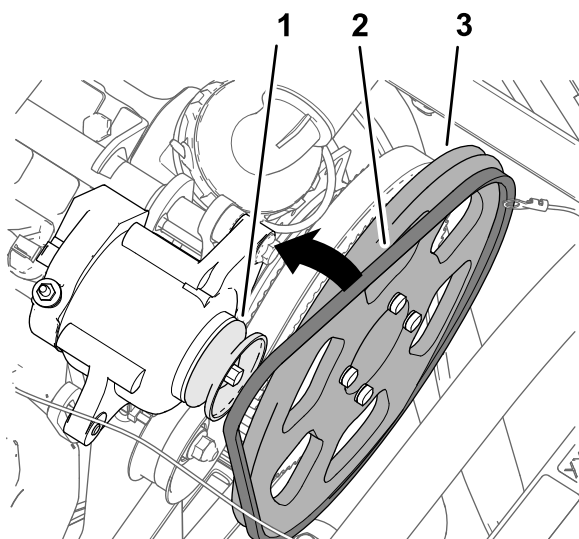

Figura 185
- Montate la cinghia trapezoidale sulla puleggia motrice di 279 mm e la puleggia dell'alternatore (Figura 185).